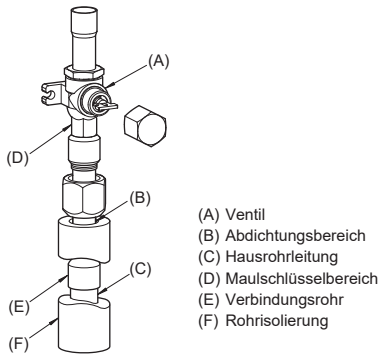

Abb. 4-3
- (3) Gehen Sie wie folgt vor, um die Rohrleitungen der Gasseite anzuschließen. (Abb. 4-3)
- 1 Löten Sie das beiliegende Verbindungsrohr (E) mit bauseits vorhandenem, oxidationsfreien Lötmaterial zwischen Außengerät und der Hausrohrleitung (C) ein.
- 2 Verbinden Sie das Verbindungsrohr (E) mit dem Ventil auf der Gasseite. Verwenden Sie zwei Gabelschlüssel zum Anziehen der Konusmutter.